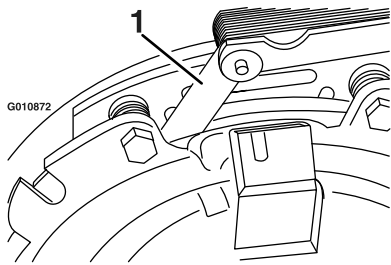
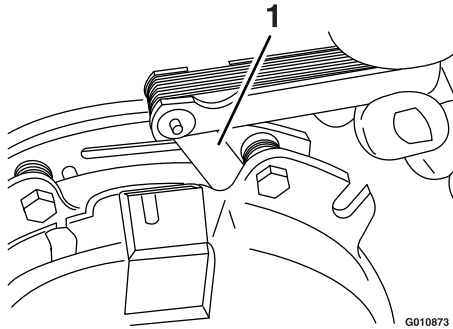

Figura 75
Figura 76
- E. Usando una galga de 0.25 mm (0.01"), compruebe la presencia de un espacio entre el rotor y la cara de la armadura en ambos lados del polo del freno, según se indica en Figura 75 y Figura 76.